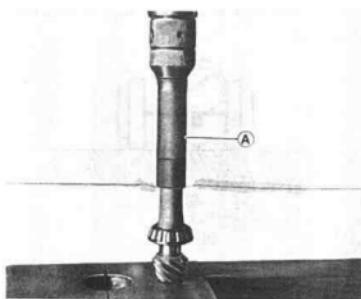

图 13-28
(4) 用专用工具压入主动锥齿轮后轴承内圈，见图 13-28。